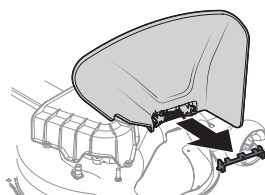

Figure 11
2. Relevez le déflecteur d'éjection et maintenez-le dans cette position pour enlever le support. Abaissez le déflecteur d'éjection et jetez le support (Figure 11).